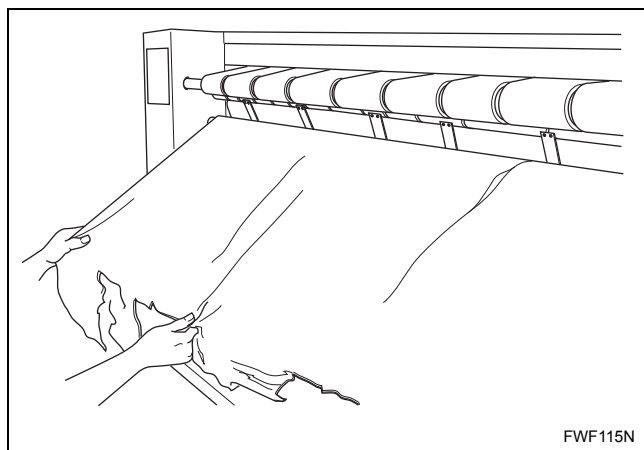

Figure 14
- e. Retirer complètement le papier de protection. Se reporter à la *Figure 14*.